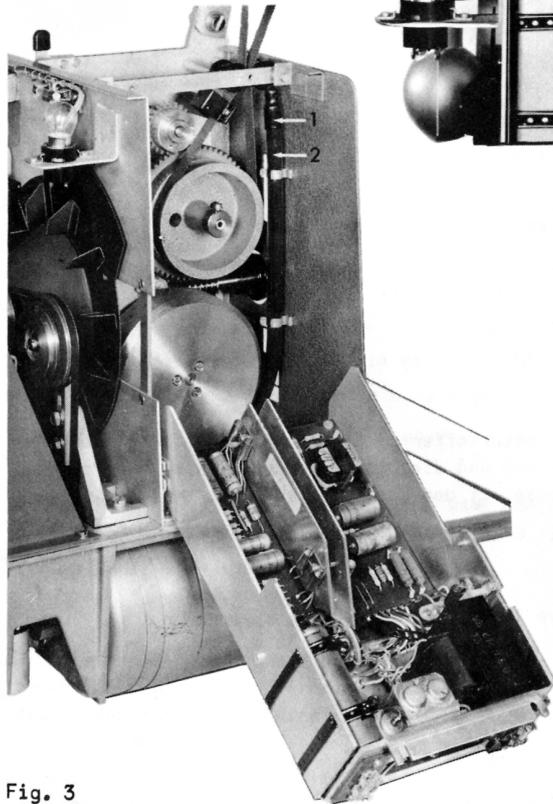
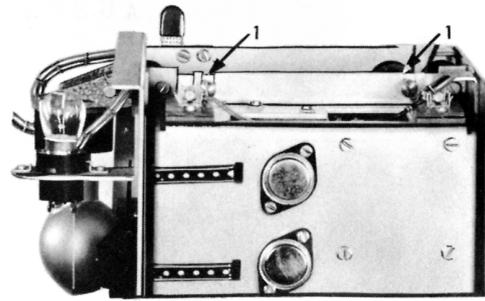

Fig. 3
Fig. 2
- . Die zwei Rändelschrauben 1 (Fig. 2) an der Nichtbedienungsseite lösen und den Verstärker nach vorn schwenken (Fig. 3).
- . Die Kunststoffkappen von Rohr 2 (Fig. 3) und vom Entlüftungsrohr des Schaltmechanismus entfernen und wegwerfen; sie werden nicht mehr benötigt.
- . Die drei Schrauben 2 (Fig. 2) aus der Tonwelle entfernen und die Schwungmasse mit diesen Schrauben befestigen.